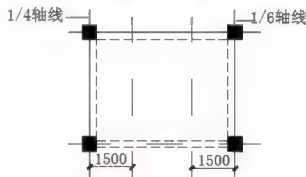

图 5.51 偏移生成梁的轴线
(1) 用【偏移】命令将①轴线向左偏移 1500mm，②轴线右偏移 1500mm，结果如图 5.51 所示。
(2) 用【对象特性管理器】将图 5.51 中的轴线的【线型比例】修改为“0.5”。